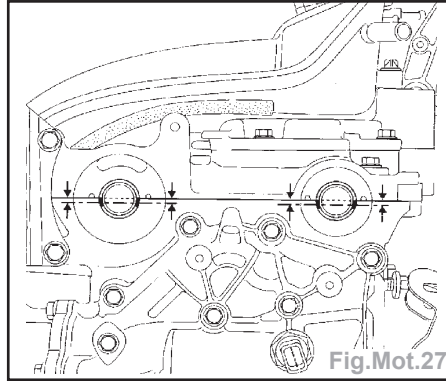

Fig.Mot.27
- Reposer les arbres à cames, rainures horizontales et désaxées vers le bas (Fig.Mot.27).